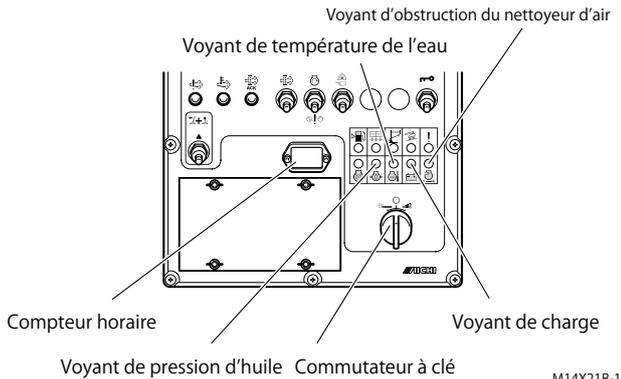

Fig. 8-4
- Si l'un des voyants de la Figure 8-4 s'allume ou clignote pendant l'utilisation, arrêtez l'utilisation et inspectez la machine si nécessaire. (Pour plus de détails sur chaque voyant, voir le Chapitre 4, "Noms et fonctions des pièces")